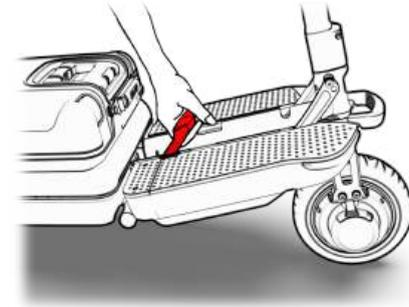

Figura 42
- Cambia mano. Utilizzare una mano per mantenere l'asta in posizione verticale e utilizzare l'altra mano per sollevare la maniglia principale (vedere Figura 42).